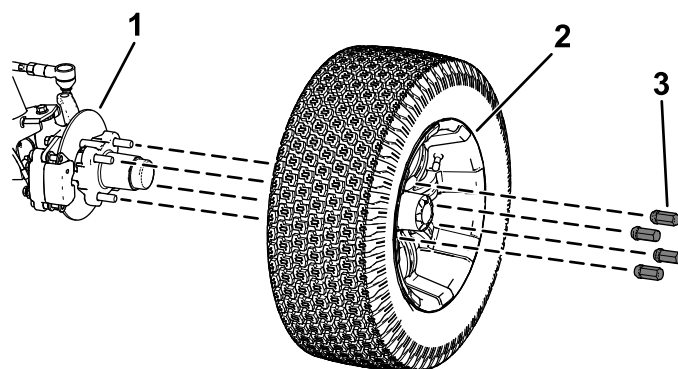

Figure 35
2. Retirez les 4 écrous qui fixent la roue sur le moyeu (Figure 35).
4. Alignez les trous de la roue et les goujons du moyeu, puis montez la roue sur le moyeu en plaçant la valve à l'extérieur (Figure 35).
5. Fixez la roue au moyeu avec les écrous de roue (Figure 35). Serrez les écrous de roues à un couple de 108 à 122 N·m (80 à 90 pi-lb).